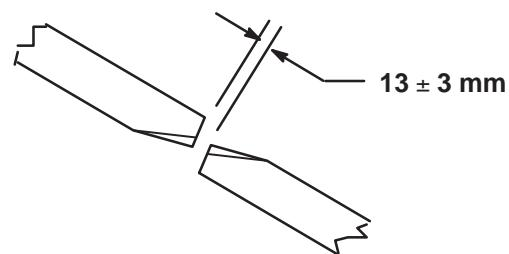

Figure 20
Pour que le plateau de coupe fonctionne correctement, les pointes des lames des plateaux latéraux et central doivent être espacées de  $13 \pm 3$  mm (Fig. 20).
- Tournez une lame centrale et une lame latérale adjacente pour aligner les pointes des lames. Mesurez la distance entre les pointes des lames. Elle doit être d'environ  $13 \pm 3$  mm (Fig. 20).